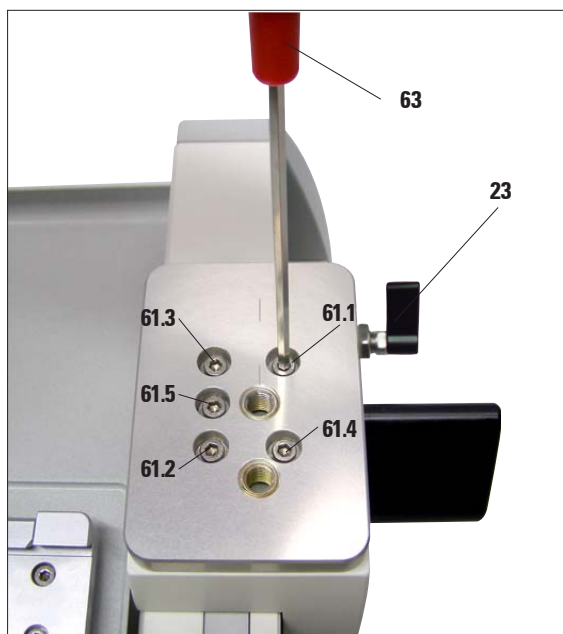

Fig. 10
- Introduire les cinq vis à tête conique (61.1-61.5) dans les alésages, puis les serrer en croix avec une clé à six pans T25 (63) (ordre indiqué sur la Fig. 10).